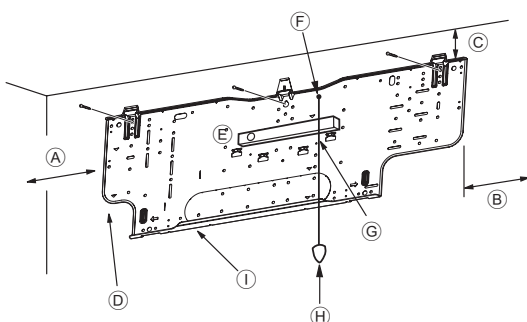
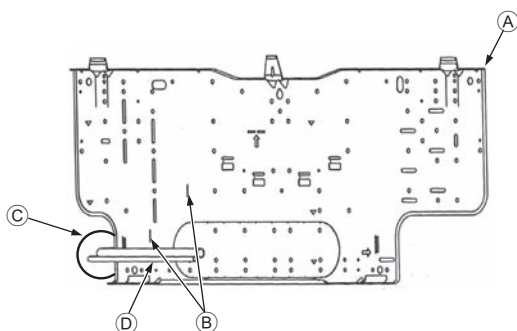

Fig. 3-4
Fig. 3-5
■ PKFY-P-VHM-E (Fig. 3-4)
- Ⓜ Vis de fixation (4 × 35) ②
- Ⓛ Planche d'installation ①
3.3. Lors de l'insertion des tuyaux dans le mur (Fig. 3-5)
- ▲ Planche d'installation ①